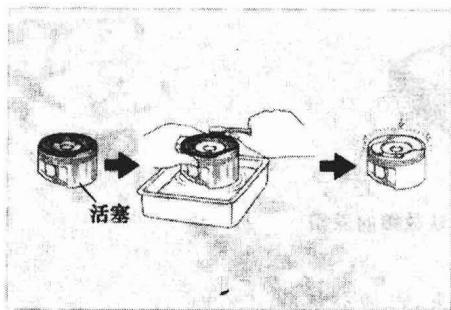
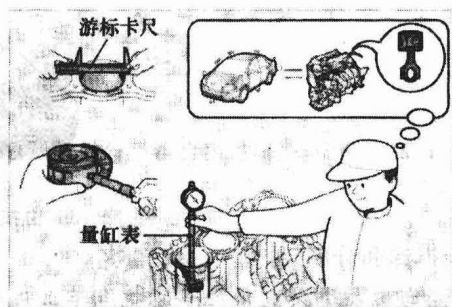

图 1-17 清洁需要继续使用的零件
图 1-18 测量活塞和气缸变形
3. 清洁和检查(见图 1-17)
- ①提高测量的精确度。
- ②容易发现故障。
- ③安装时可防止异物进入。
- ④除去碳或油泥等沉积物,使部件恢复其原始性能。
• 检查(见图 1-18) 用合适的方法测量和检查,比如目视检查或用仪器测量。